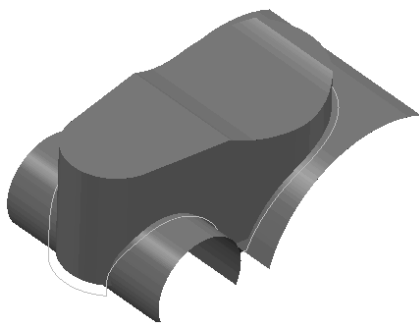

图 2-216 关
(4) 多重切削 用于在刀具轴线方向上生成多层刀具路径, 包括以下选项:
- **【关】:** 不生成多重刀具路径, 如图 2-216 所示。